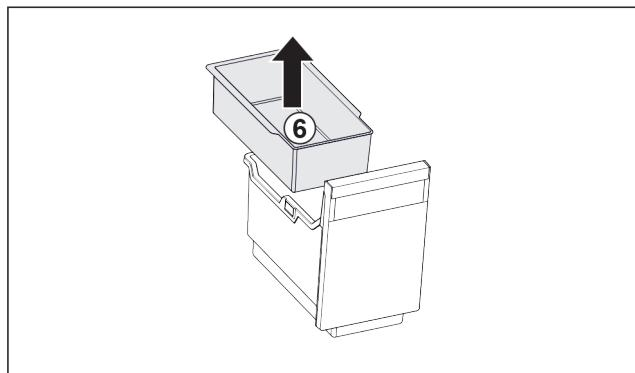

Fig. 81
- Odoberte závesnú misku Fig. 81 (6).